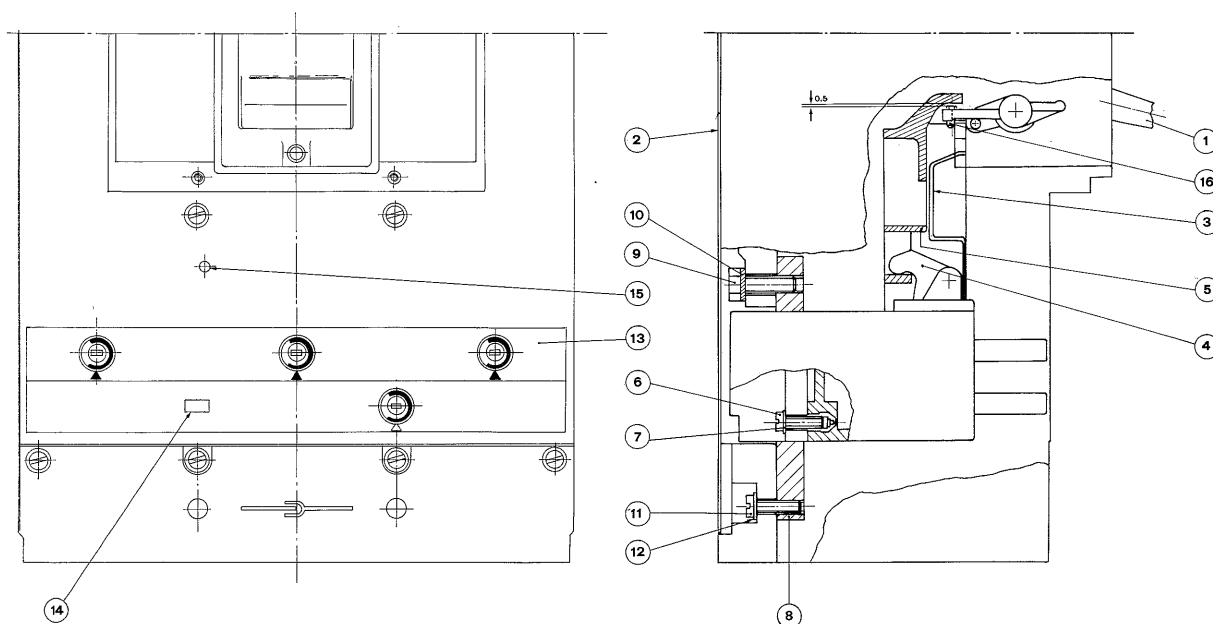

Fig. 6
**6.2. Applicazione o sostituzione degli sganciatori termomagnetici****6.2.1. Applicazione sganciatori termomagnetici su interruttore (fig. 6)**
- a) smontare il coperchio dell'interruttore (§ 5.2./b) e sfilare la maniglia (1) e la protezione (3)
- b) togliere la piastra isolante (2) mediante le apposite viti autofilettanti
- c) montare lo sganciatore (esso deve inserirsi nella scatola in modo regolare senza incontrare resistenze) avendo cura che la levetta (4) si inserisca nell'astina di sgancio (5)
- d) serrare le 2 viti (6) con rondelle (7)
- e) montare le 3 barre (8) bloccandole a fondo con le viti (9) - (11) e le rispettive rosette (10) - (12)
- f) regolare i giochi dello sgancio a colpo nel modo seguente. Ad interruttore aperto per intervento sganciatori, svitare la vite (16), cospargere il filetto di mastice bloccante, ricaricare lo sgancio agendo manualmente sulla leva (4) riavvitare poi la vite (16) in modo da ottenere un gioco di 0,5 mm. con l'astina di sgancio (5) come indicato in figura.
- g) rimontare la protezione (3) la piastra isolante (2) la maniglia (1) e il coperchio dell'interruttore
- h) applicare sulla targhetta (13) sul fronte dell'interruttore la targhetta (14) corrispondente alla taratura dello sganciatore.
**6.2. Fitting and replacement of thermomagnetic releases block****6.2.1. Fitting of thermomagnetic releases block to a breaker (fig. 6)**
- a) remove the breaker cover (§ 5.2./b), handle (1) and protection (3)
- b) remove the insulating plate (2), by acting on proper self-tapping screws
- c) fit the releases block (it must enter the case frictionless) taking care that lever (4) fits in the tripping rod (5)
- d) tighten the screws (6) with washers (7)
- e) fit the three rods (8), tightening screws (9 and 11) with washers (10 and 12)
- f) set the tripping mechanism clearances as follows. With the breaker tripped, unscrew the screw (26), putty the thread, reload the tripping mechanism by acting lever (4) then screw down screw (16) checking a 0,5 mm. clearance from tripping rod (5) as shown on figure. Trip the breaker by acting on proper lever. Then reload, by acting on operating lever and taking care that tripping mechanism reloading precedes operating mechanism reloading
- g) refit protection (3), insulated plate (2), handle (1) and breaker cover
- h) fit on the plate (13), on the front of the breaker, the label (14) corresponding to the trip current setting valve
### 6.2.2. Sostituzione sganciatori termomagnetici (fig. 6)
### 6.2.2. Replacement of thermomagnetic releases block (fig. 6)